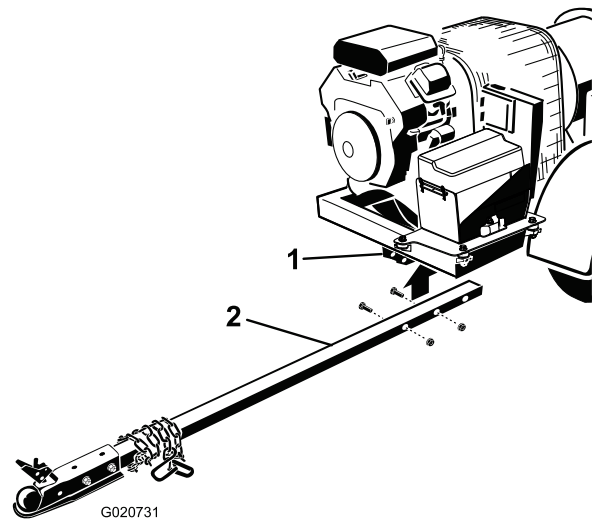

Figura 5
2. Introduzca la barra del enganche en los soportes del bastidor (Figura 5). Sujete la barra al bastidor con 2